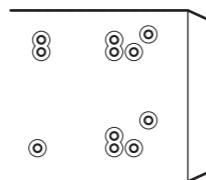

Afb. 4
- De snoeren mogen niet het in de afbeelding hieronder aangegeven gedeelte afdekken. Dit gedeelte moet open blijven zodat de versterker onbelemmerd zijn warmte kan afvoeren. (Afb. 4)